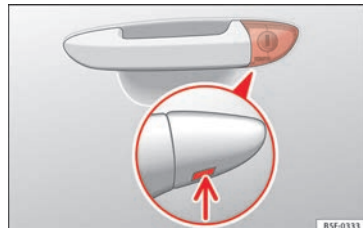

Abb. 4 Fahrtürgriff: verborgener Schließzylinder.
- Den Schlüsselbart am Fahrertürgriff in die untere Öffnung der Abdeckkappe stecken »» **Abb. 4** (Pfeil) und die Abdeckkappe von unten nach oben anheben.